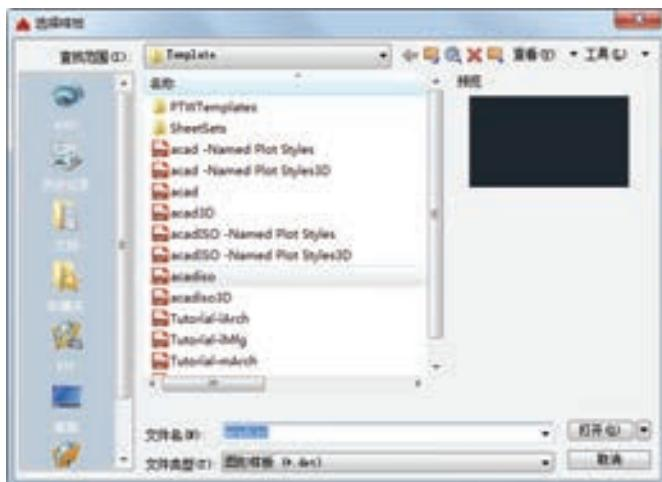

图 5-31 “选择样板”对话框
- 2) 选择样板文件。单击“标准”工具栏中的“新建”按钮□，系统打开“选择样板”对话框，选择“acadiso.dwt”样板文件为模板，如图 5-31 所示。单击“打开”按钮，进入绘图环境。